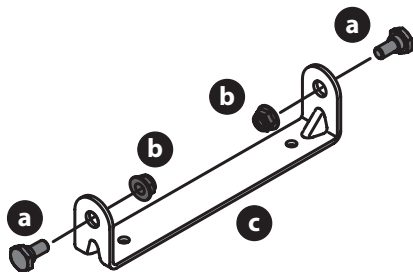

Figure 7
1. Enlevez les deux boulons à épaulement (a) et les contre-écrous (b) sur le support de montage (c) fournis dans le sachet de quincaillerie (Figure 7).